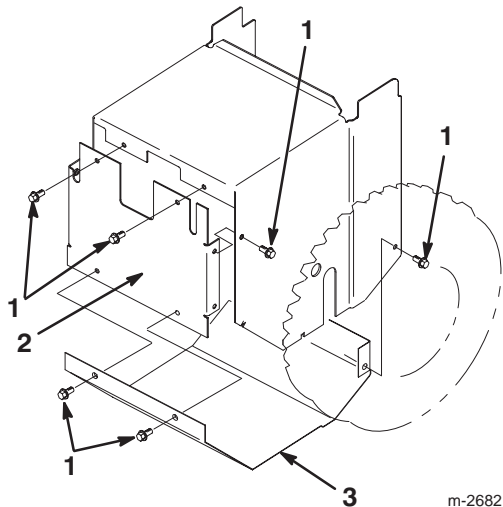

Figure 29
5. Enlevez les huit boulons de fixation des plaques de protection arrière et inférieure et déposez celles-ci (Fig. 29).